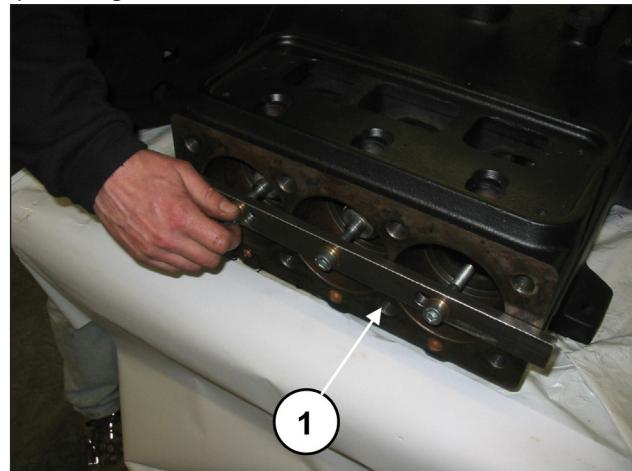
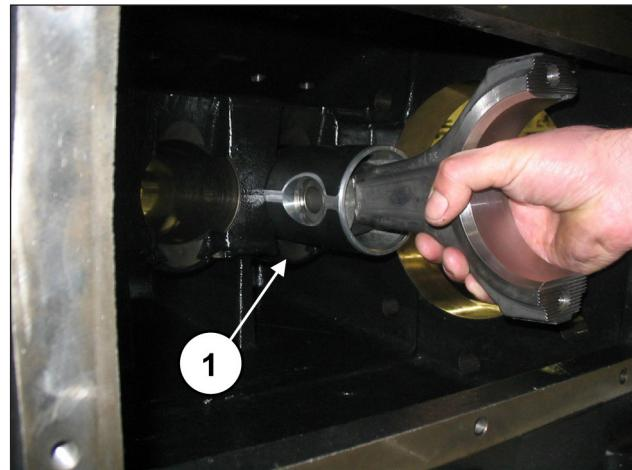

Fig. 31
Fig. 32
Procedere a svitare le viti dell'attrezzo cod. 27566200 per sbloccare le bielle (pos. ①, Fig. 31) e successivamente estrarre i gruppi biella-guida pistone dall'apertura posteriore del carter (pos. ①, Fig. 32).
Dopo aver verificato la perfetta pulizia del carter inserire il gruppo semibiella-guida pistone all'interno delle canne del carter (pos. ①, Fig. 32).
Bloccare i tre gruppi utilizzando l'apposito attrezzo cod. 27566200 (pos. ①, Fig. 31).
27566200 (pos. ①, Fig. 31).